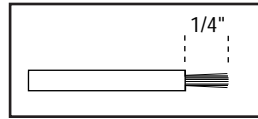

figura 2
- Cortar el alambre de señal azul (lado del sensor de DENSO) aproximadamente 3", después corte 1/4" del aislamiento del alambre y de su alambre correspondiente (lado del conector). (ver figura 2). Cortar un alambre negro del calentador (lado del sensor de DENSO) aproximadamente 2" y su correspondiente lado del conector aproximadamente 1". Cortar el otro alambre negro del calentador (lado del sensor) aproximadamente 1" y su parte correspondiente aproximadamente 2" del alambre (lado del conector)". Cortar la parte restante aproximadamente 3" del alambre (lado del conector)" y corte 1/4" del aislamiento del alambre y del alambre de tierra blanco (lado del sensor).